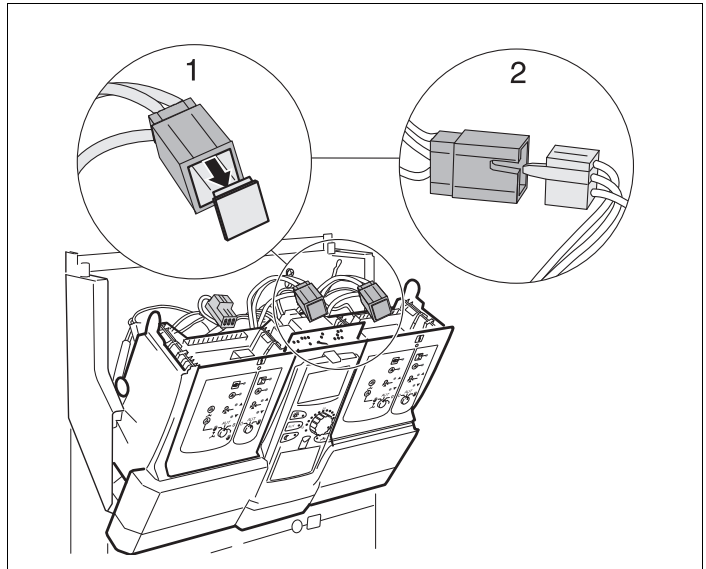

Fig. 8 Estabelecer a ligação à rede na slot 2
- Remover a ficha falsa (→ Fig. 8, [1]) da ficha de três pinos (cablagem).
- Encaixar a ficha de ligação do módulo de 230 V na ficha de três pinos (→ Fig. 8, [2]).